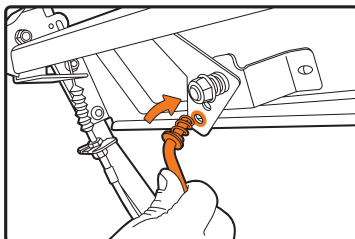

Рис. 8
- Подсоедините штангу к рычагу выбора передач на панели оператора (рис. 8) и зашплинтуйте ее.